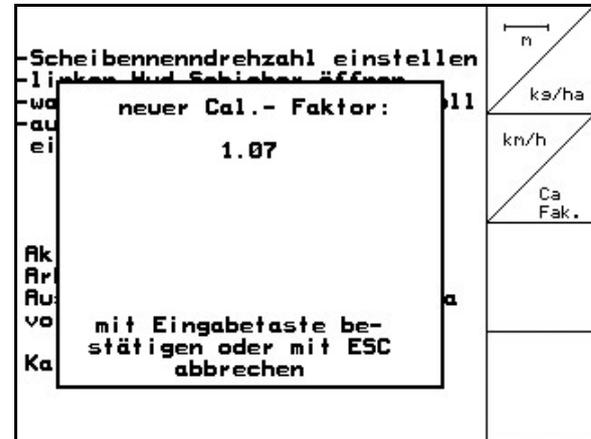

Fig. 55
6. Se mostrará el nuevo factor de calibración, que deberá confirmarse con , o descartarse con  (Fig. 55).